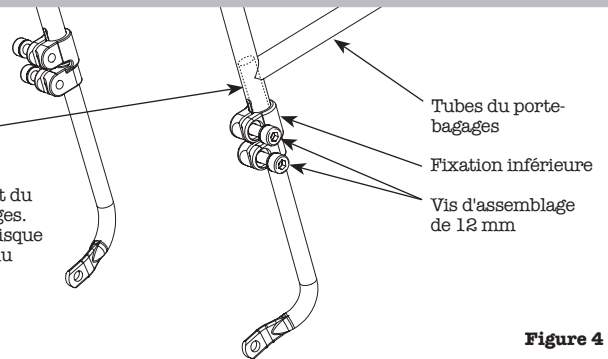

Figure 4
- Graissez légèrement les haubans inférieurs du porte-bagages et installez-les dans les fixations. Graissez le filetage des vis d'assemblage de 12 mm et vissez partiellement les vis dans les fixations avec une clé hexagonale de 4 mm. (Figure 4) Ne les serrez pas pour le moment.